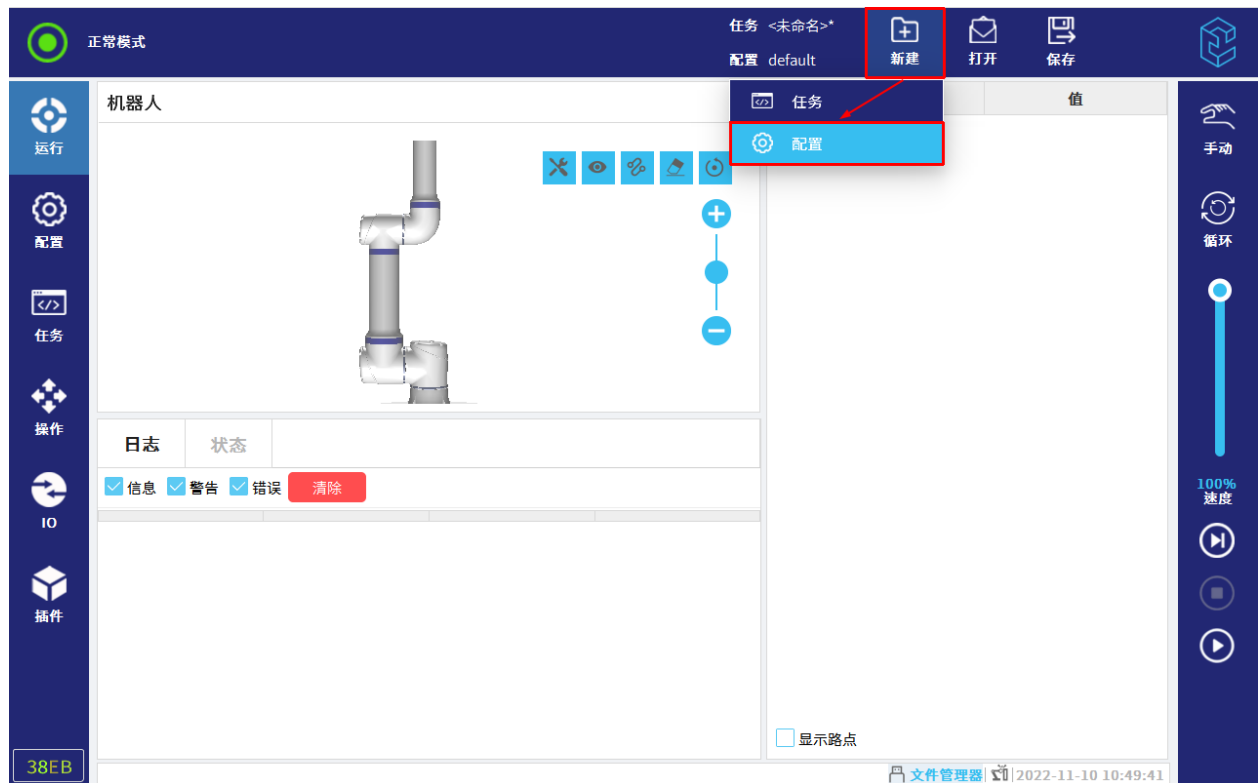

图 8-6 新建配置文件
1. 在任务和配置管理器中，点击“新建”，然后选择“配置”，如图 8-6 所示。